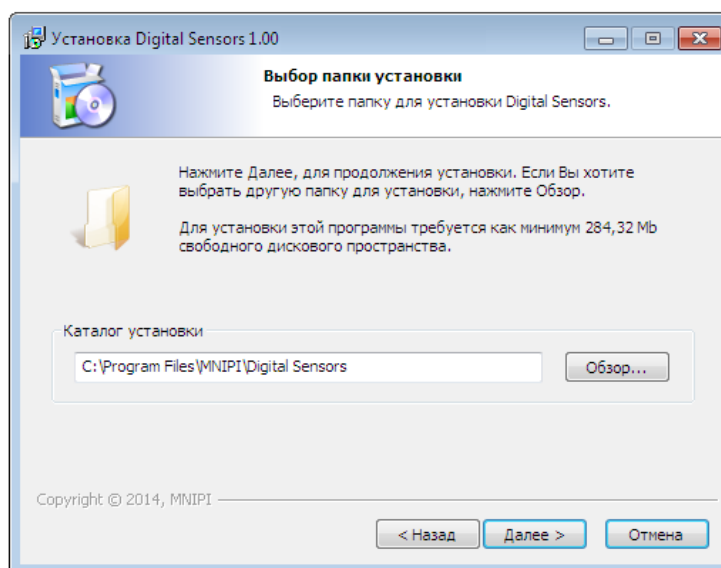

Рисунок 2.2
2.3.3.3 В открывшемся диалоговом окне укажите директорию, в которую необходимо установить программу. По умолчанию будет выбрана директория C:\Program Files\MNIPI\Digital Sensors 2\ (рисунок 2.2).